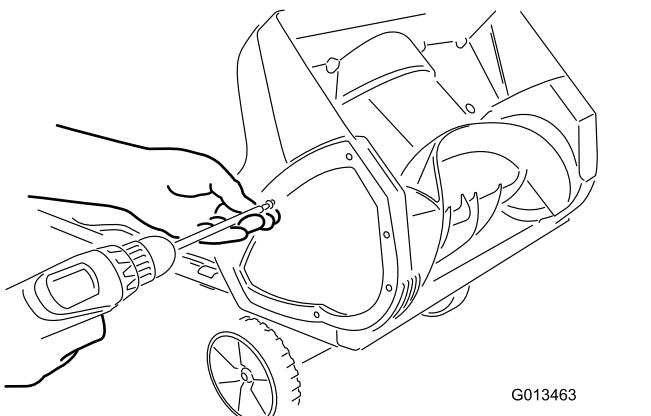

Bild 15
1. Nehmen Sie die Schrauben ab, mit denen die rechte Seitenplatte am Maschinenrahmen befestigt ist (**Bild 15**).